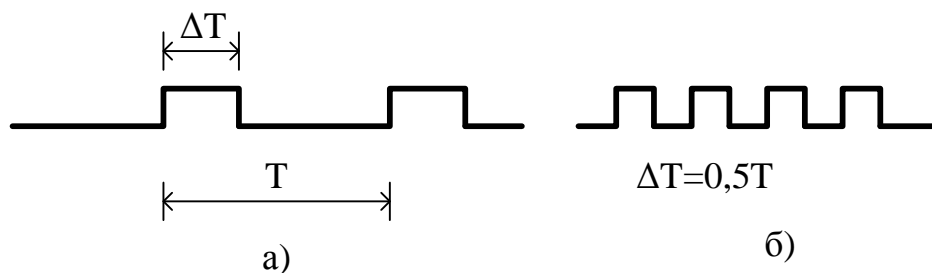

Рис. 5-2. Соотношение временных параметров последовательности импульсов: а - для функции PWM; б - для функции РТО
- 1) период следования импульсов T (рис. 5-2) - актуален для РТО и PWM;
- 2) длительность импульсов ΔT (рис. 5-2) - актуальна только для PWM;
Функция РТО позволяет организовать конечные последовательности импульсов с заданным периодом и половинным временем включения (относительная длительность импульсов составляет 50%, показано на рис. 5-2, б). При этом возможна реализация: